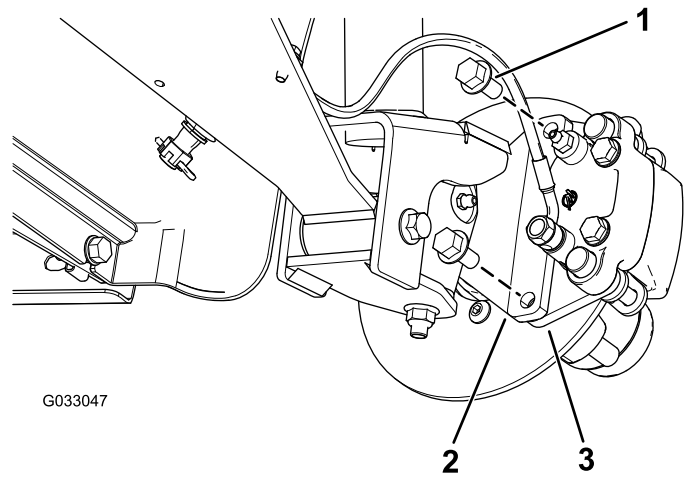
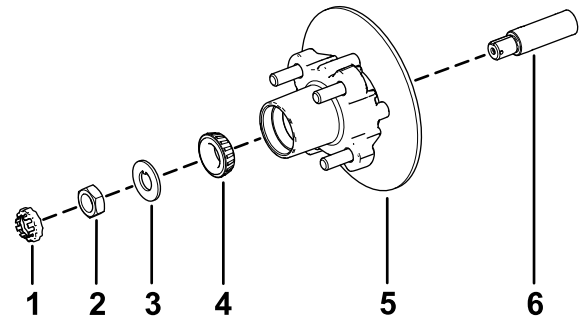

Figura 30
Figura 34
3. Retire los pernos con arandela prensada ($\frac{3}{8}$ " x $\frac{3}{4}$ ") que sujetan el soporte del conjunto de freno al eje y separe el freno del eje (Figura 30).
1. Aplique una ligera capa de grasa del tipo especificado en el eje (Figura 34).
2. Monte el cubo y el rotor en el eje con el rotor hacia dentro (Figura 34).
3. Monte el cojinete exterior en la mangueta y acople el cojinete al anillo de rodadura exterior (Figura 34).
4. Monte la arandela con pestaña en la mangueta (Figura 34).
5. Enrosque la tuerca en el eje y apriete la tuerca a 15 N·m (11 pulgadas-libra), girando el cubo para asentar el cojinete (Figura 34).
2. Alinee las pastillas de freno en cada lado del rotor (Figura 30) y los taladros del soporte de la pinza con los taladros de montaje del freno de la mangueta (Figura 34).
3. Sujete el soporte de la pinza a la mangueta (Figura 30) usando los 2 pernos con arandela prensada ($\frac{3}{8}$ " x $\frac{3}{4}$ ").